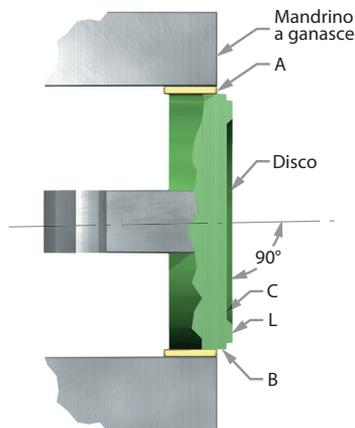

Figura 27: Superficie di seduta standard del disco
Lavorare a macchina la superficie di seduta standard del disco (vedere Figura 27) come segue:
- Afferrare il disco (6) in un mandrino indipendente a quattro ganasce (o pinza, se del caso), utilizzando un pezzo di materiale soffice come rame o fibra tra le ganasce e il disco (vedere Figura 27).
- Allineare il disco (6) in modo che la superficie contrassegnata con B e C sia entro 0.001" (0.025 mm) sulla lettura totale dell'indicatore (vedere Figura 27).
minima N o T (Figure 32a, 32b, 32c e Tabelle 5a e 5b). Non ristabilire la superficie C (vedere Figura 27).